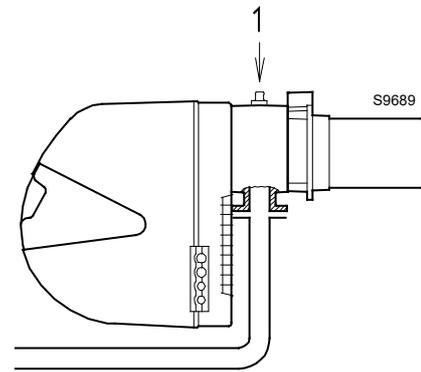

Fig. 20
Pression de gaz mesurée à la prise 1)(Fig. 20), avec :
Perte de charge vanne papillon gaz 2)(Fig. 20) avec ouverture maximale : 90°.
Perte de charge de la rampe 3)(Fig. 20) comprenant : vanne de réglage VR, vanne de sécurité VS (ayant chacune une ouverture maximum), régulateur de pression R, filtre F.
- soustraire de la pression du gaz à la prise 1)(Fig. 20) la pression chambre de combustion.
Pression de gaz à la prise 1)(Fig. 20) = 8,6 mbar
Pour connaître par contre la pression de gaz nécessaire à la prise 1)(Fig. 20), après avoir défini la puissance de modulation maximale à laquelle on désire faire fonctionner le brûleur :
- Lire sur la droite, colonne 1, la pression à la prise 1)(Fig. 20).
Pression nécessaire à la prise 1)(Fig. 20).